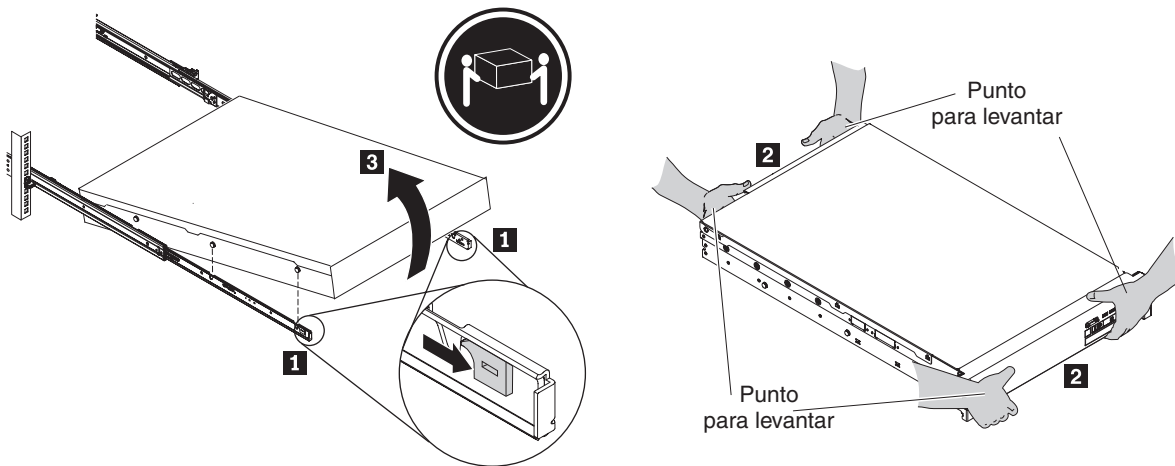

Figura 20. Desbloqueo y giro de la parte frontal del dispositivo
**Nota:** Asegúrese de que dos personas levanten el dispositivo, con las manos situadas como tal se indica en el punto **2** de la Figura 20.
1. Desbloquee y haga girar la parte frontal del dispositivo, tal como se muestra en la Figura 20.